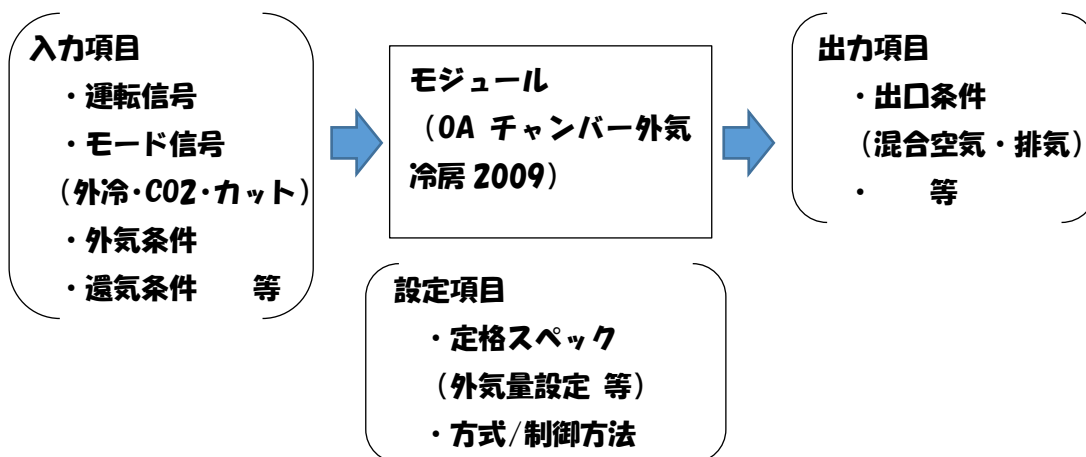

図 2 OA チャンバー外気冷房 2009 モジュール
(4) スペック入力項目(図 2 における設定項目)
(5) シーケンス接続(図 2 における入力項目、出力項目)